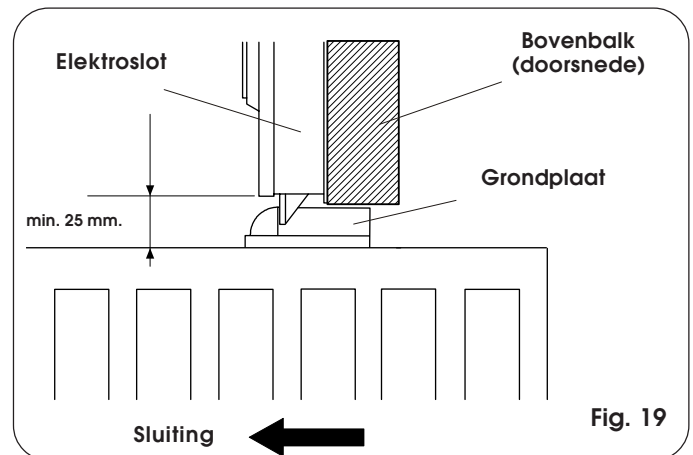

Fig. 19
- Verzeker u ervan dat de vrije ruimte tussen de onderkant van de bovenbalk en de bovenkant van de poort voldoende is om de grondplaat te bevestigen en een goede werking van de grendel mogelijk maakt (zie fig. 19).